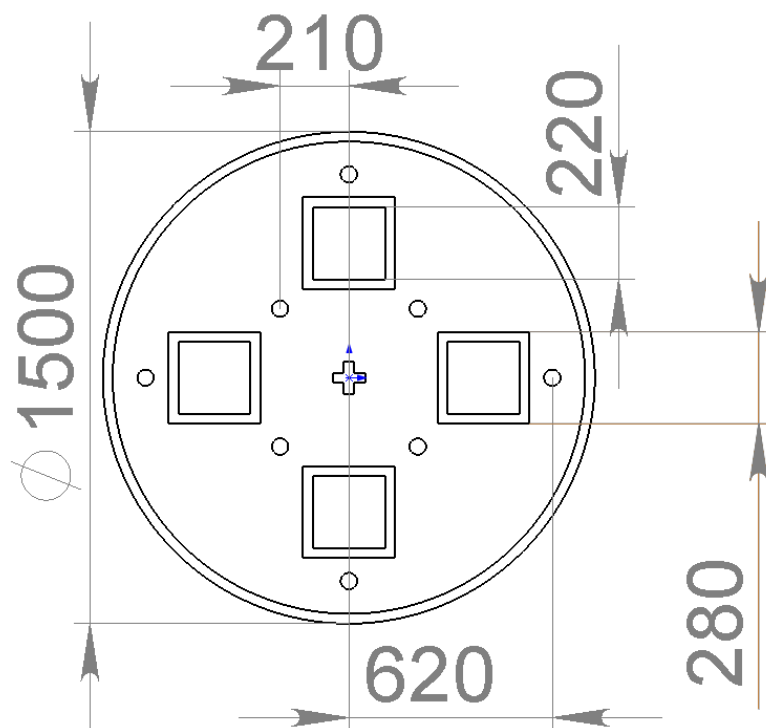

Рис. 3. Рекомендуемые размеры полигона в миллиметрах.
- c. В тексте работы должны быть обязательно ссылки на рисунки (например, рис. 3). При ссылке необходимо писать слово "рисунок" и его номер, например: "в соответствии с рисунком 2" и т.д. Не допускается сокращение типа Рис.5.